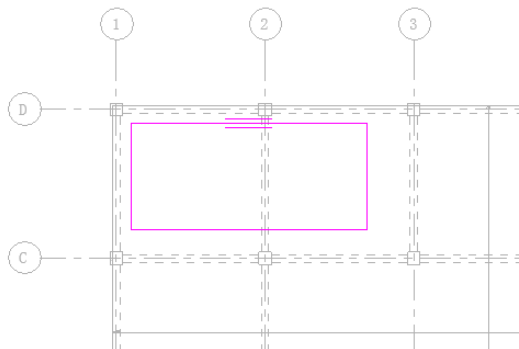

图 13-58 绘制草图
(3) 打开“修改|创建钢筋边界”选项卡，如图 13-57 所示。利用绘图工具绘制封闭的钢筋边界草图，如图 13-58 所示。平行线符号表示区域钢筋的主筋方向边缘。